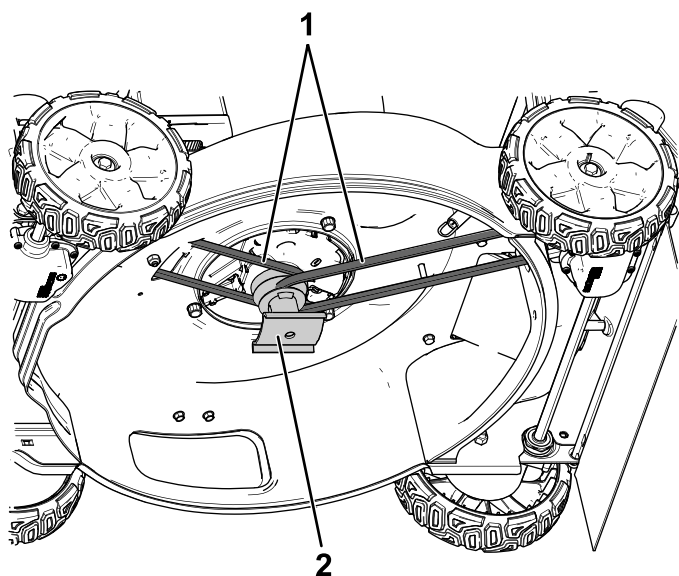

**Bild 3**
7. Entfernen und bewahren Sie die untere Riemenabdeckung hinten und die entsprechenden Schrauben auf (Bild 3).